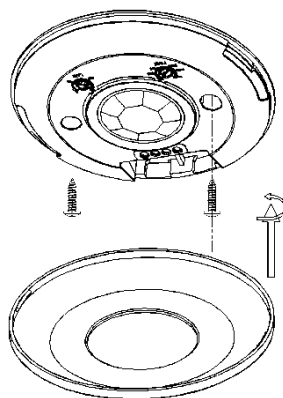

Рис. 2 Схема монтажа
3. Подключите питание и протестируйте датчик движения, затем закрепите (рис. 2) его в заранее подготовленном месте.